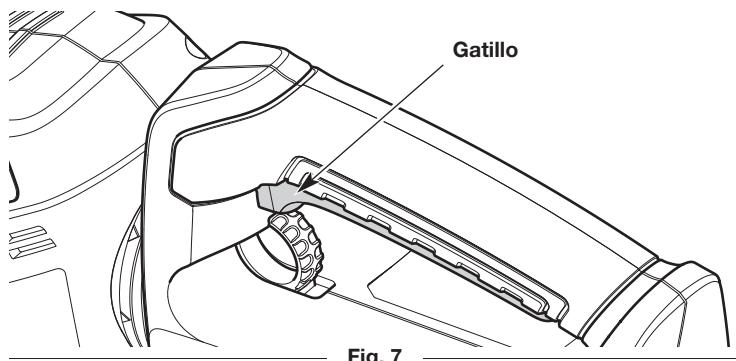

Fig. 7
3. Continúe sosteniendo la traba del gatillo. Presione y el gatillo y manténgalo presionado para encender la unidad (Fig. 7).